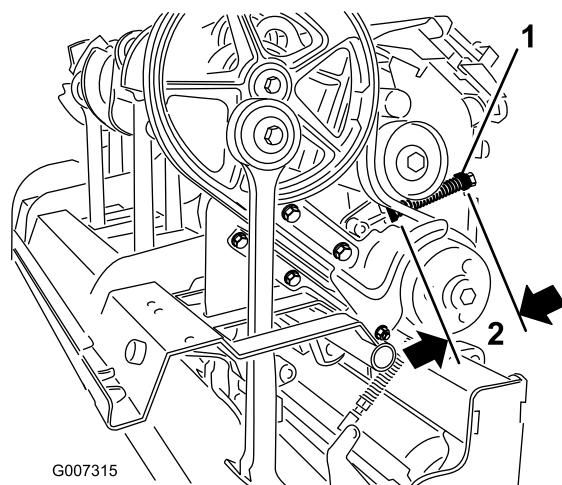

Figura 30
C. Desaperte a porca de bloqueio que prende o protector da mola (Figura 30).
D. Ajuste o protector da mola até obter o comprimento da mola em compressão desejado (Figura 30).